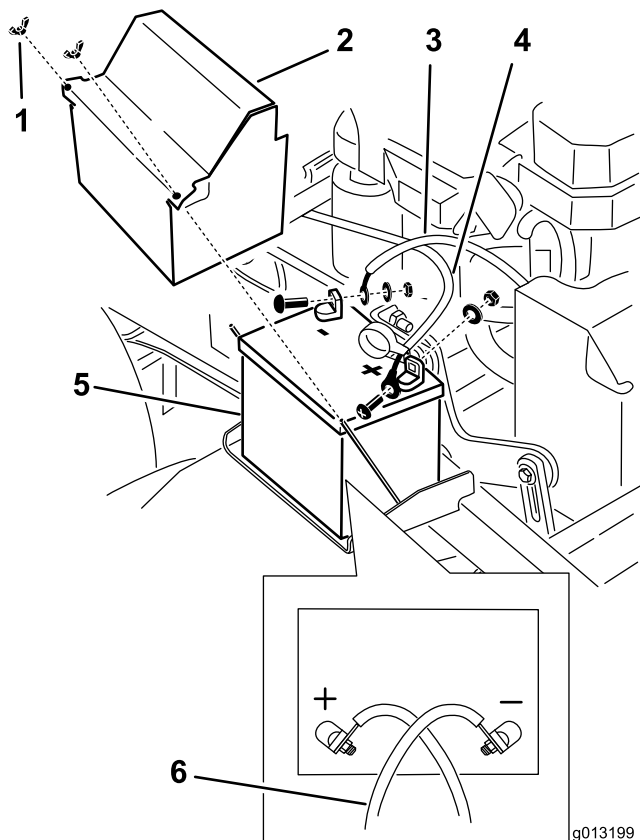

Figura 50
3. Desconecte el cable negativo del borne negativo (-) de la batería (Figura 50).
4. Retire la cubierta de goma roja del borne positivo (rojo) de la batería. Luego retire el cable positivo (rojo) de la batería (Figura 50).
5. Retire la pletina de sujeción de la batería (Figura 50), y retire ésta.
1. Coloque la batería en la máquina (Figura 50).
3. Conecte primero el cable positivo (rojo) al borne positivo (+) de la batería con una tuerca, una arandela y un perno (Figura 50). Deslice la cubierta de goma sobre el borne.
4. Luego conecte el cable negativo y el cable de tierra al borne negativo (-) de la batería con una tuerca, una arandela y un perno (Figura 50).
Nota: Los cables de la batería se cruzan cuando están correctamente instalados (Figura 50).